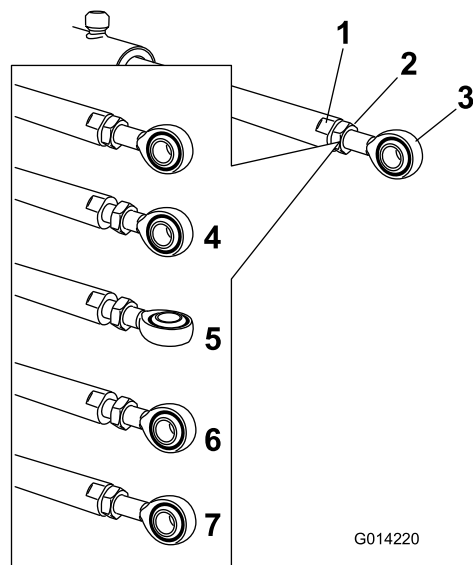

Figura 94
5. Utilizai o cheie pe pările plate ale tijei dispozitivului de acionare pentru a o imobiliza, apoi slăbiți contrapiuliă pentru a permite reglarea tijei cu ureche (Figura 94).
6. Rotii tija cu ureche în tija dispozitivului de acionare pentru a scurta sau a prelungi dispozitivul de acionare extins în poziia dorită (Figura 94).